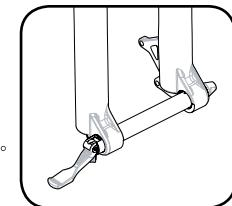

图 2
1. 将 Maxle 杆置于打开位置（图 2）。确保杆子与轴内对应的槽缝啮合。